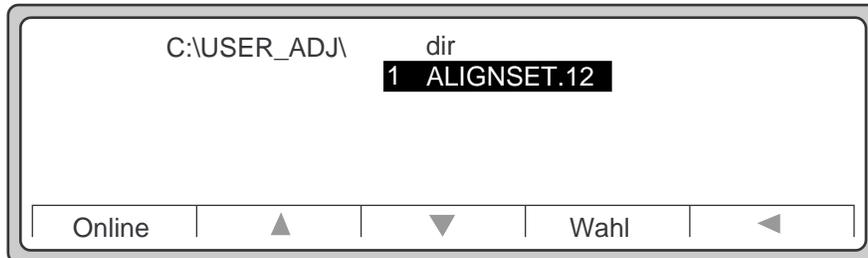

Abbildung 2-95 1 ALIGNSET.*
6. Die Zahl **1** wird vor der Meldung **ALIGNSET.*** angezeigt (siehe Abbildung 2-95).